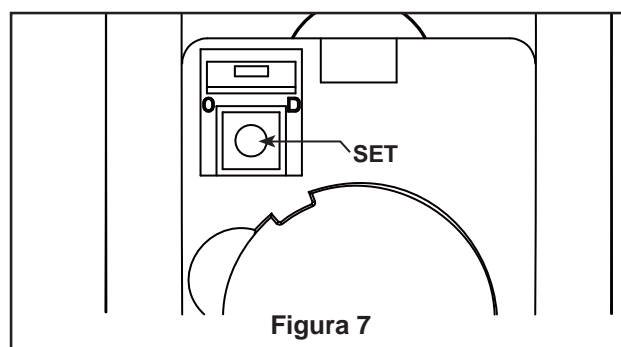

Figura 7
- 9.** Si ha encontrado un problema durante el proceso de configuración, puede seguir el siguiente procedimiento para limpiar el código de memoria de su mando a distancia: (Figura 7)